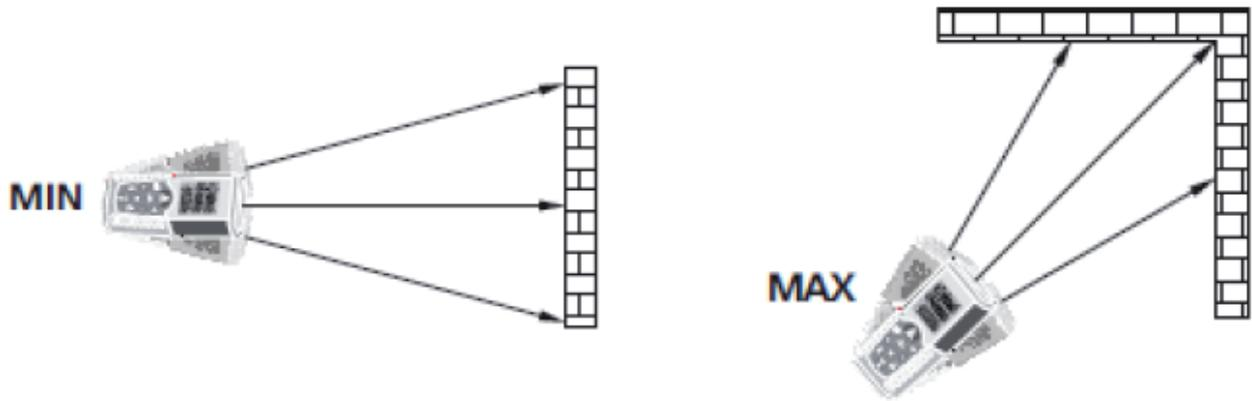

Fig. 3: Exemplos de medição contínua da distância
4. O valor mínimo e máximo da distância são apresentadas nos displays parciais enquanto a medição contínua em modo dinâmico ao mover o instrumento (ver Fig. 3) é apresentada no display resultante